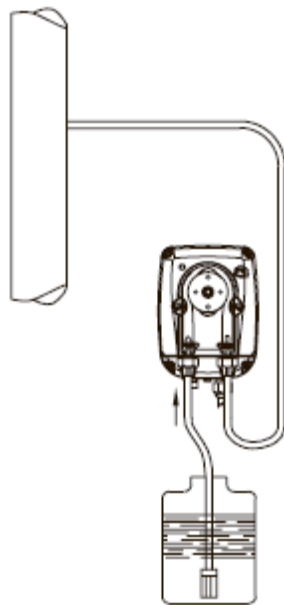

Рис. 5
c. – Расположите насос, как показано на рис. 5, учитывая, что его можно устанавливать, как выше, так и ниже уровня дозируемой жидкости, при этом перепад уровней не должен превышать 2-х метров. Не устанавливайте насос над емкостью с химическими препаратами, выделяющими большое количество паров, за исключением случаев, когда емкость герметично закупорена.